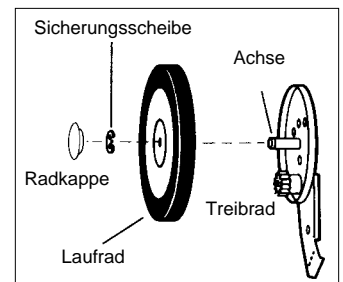

Abb. 7
- Entfernen Sie auf beiden Seiten die Sicherungsscheiben, die Lauf- und die Treibräder (siehe Abb. 7).